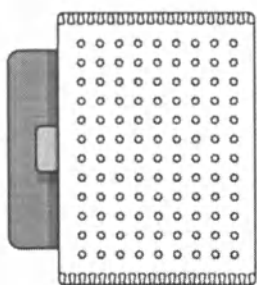
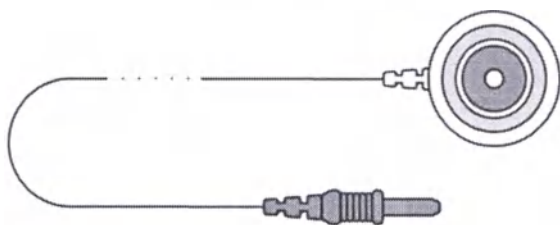

Рис. 3. Электрод с губчатой сумкой
Рис. 4. Электрод с губчатым вкладышем
2. Врач выдал Вам электроды, у которых имеется губчатая часть в виде сумки (рис. 3), в которую помещается сам электрод, или в виде круглого вкладыша (рис. 4).